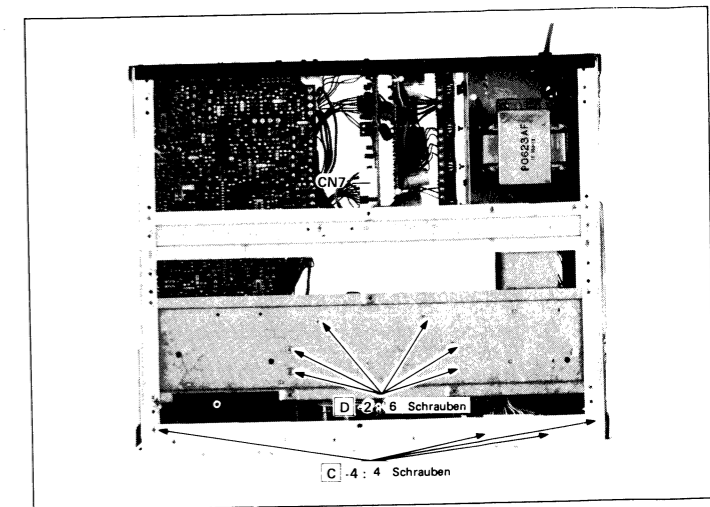

Abbildung 6-1
4. Die vier Schrauben, die die Frontplatte und den Meterrahmen am unteren Teil befestigt halten, entfernen. (Siehe Abb. 6-1)
2. Die sechs Schrauben, die den Mechanismusblock am unteren Teil befestigt halten, entfernen. (Siehe Abb. 6-1)